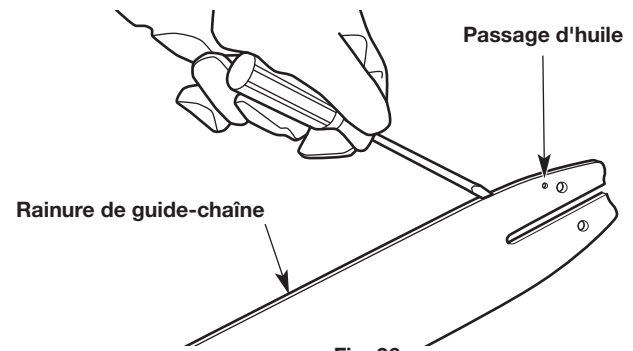
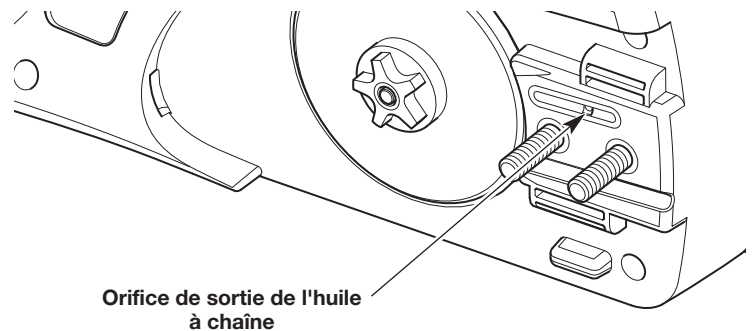

Fig. 36
Fig. 37
2. Nettoyez la rainure de la tige de guidage et les passages d'huile chaque fois que la chaîne est enlevée, lorsque l'appareil a été largement utilisé ou lorsque la chaîne semble sale. Utilisez un tournevis, un couteau à mastic, une brosse d'acier ou un instrument similaire pour enlever les débris de la rainure de la tige de guidage (Fig. 36). Utilisez un petit fil souple pour enlever les débris du trou d'évacuation d'huile de la chaîne (Fig. 37).